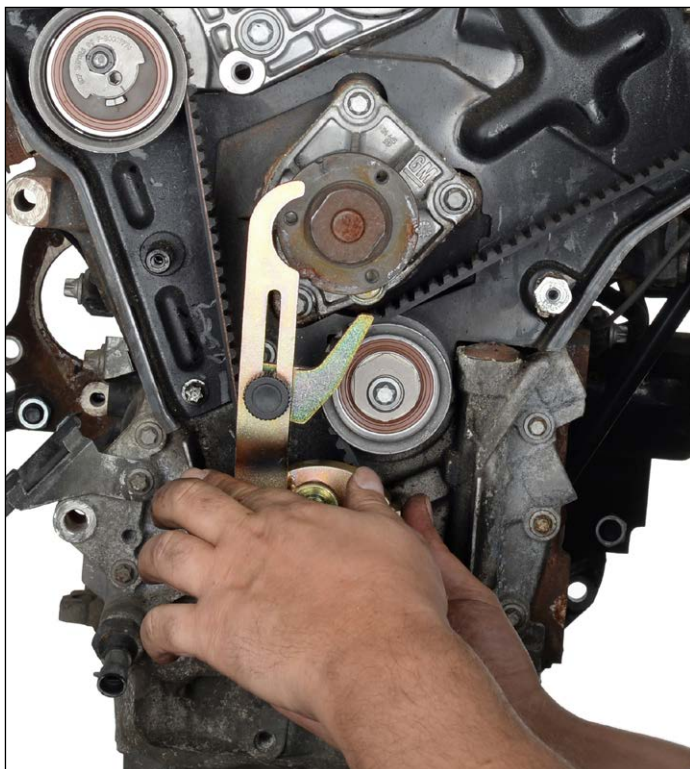

Abb. 2
2. Blockierwerkzeug für Kurbelwelle OE (KM-800-10) am Kurbelwellenrad befestigen (Abb. 2) und Kurbelwelle langsam in Motordrehrichtung drehen, bis der Hebel des Blockierwerkzeugs an der Wasserpumpe anliegt (Abb. 3). Die Kerben der Nockenwellenräder müssen nun mit den Einkerbungen im hinteren Zahnriemenschutz fluchten und die Kurbelwelle muss mit seiner Kerbe und der Einkerbung am unteren Gehäuse in 6-Uhr-Position fluchten (Abb. 4).